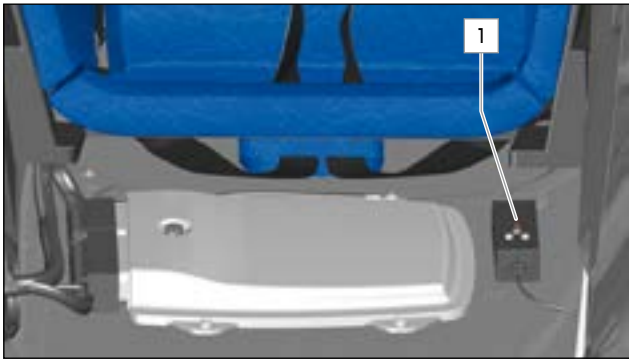

ABB. 65 FEUERLÖSCHER-STEUEREINHEIT UNTER DEM FAHRERSITZ
Es gibt drei Aktivierungstasten, eine interne (» Abb.66) und zwei externe (» Abb.65 und » Abb.67).
Aktivieren Sie die Steuereinheit, indem Sie Schalter 1 (» Abb.65) anheben, zunächst in die Position ARM (**keine der Zündungstasten drücken**) und dann wieder in die Stellung TEST bringen. Erst wenn sich der Schalter wieder in letzterer Position befindet, sollten Sie die externen oder internen Zündungstasten drücken und loslassen. Wenn der Test erfolgreich war, leuchtet die orangefarbene LED 10 Sekunden lang auf. Wenn nicht, blinkt sie 10 Sekunden oder länger. Dies deutet entweder auf eine schwache Batterie oder einen Fehler mit dem elektrischen Stromdurchgang, der Auslösertaste bzw. dem Stecker oder Zündauslöser der Fernladefunktion hin.
Heben Sie Schalter 1 (» Abb.65) an und bewegen Sie ihn in die Stellung TEST. Jedes Mal, wenn er von der Position ARM in diese Stellung gebracht wird, führt die Steuereinheit eine automatische Prüfung durch, um sicherzustellen, dass keine Anomalie vorliegt. Erst danach beginnt die LED, dauerhaft zu blinken und zeigt damit die Betriebsbereitschaft des Systems an. Sie sollten die Auslösetaste nur bei Bedarf drücken und loslassen, da dadurch das System aktiviert wird.
- ▶ Taste 1 (» Abb.65) muss in die Stellung ARM gebracht werden, um das gesamte Feuerlöschsystem zu aktivieren.